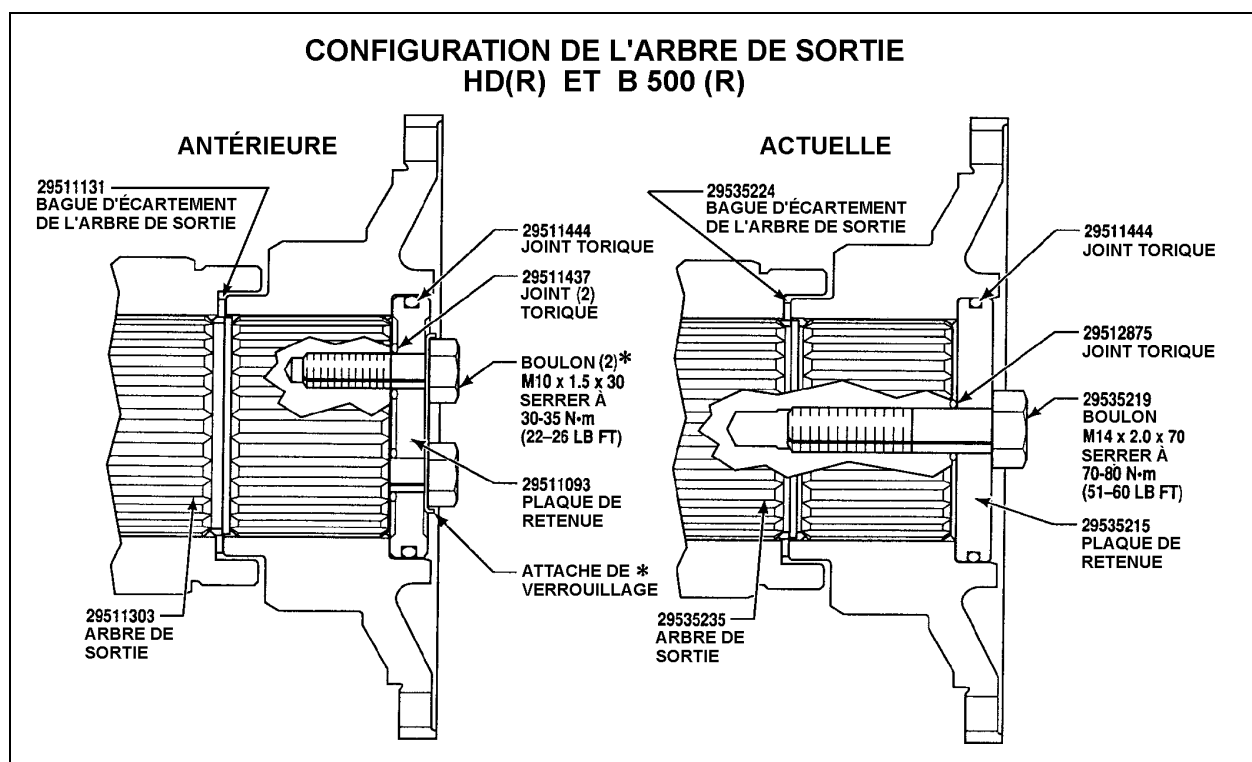

FIGURE 3
2. Vérifier le couple de serrage des boulons de fixation de la mâchoire de l'arbre de sortie à l'aide d'une clé dynamométrique. Voir la figure 3 pour le couple de serrage approprié.
4. Vérifier le couple de serrage des boulons de fixation de la mâchoire de l'arbre de sortie. Le couple approprié dépend du type de conception (1 ou 2 boulons). Voir la figure 3 pour le couple de serrage approprié.